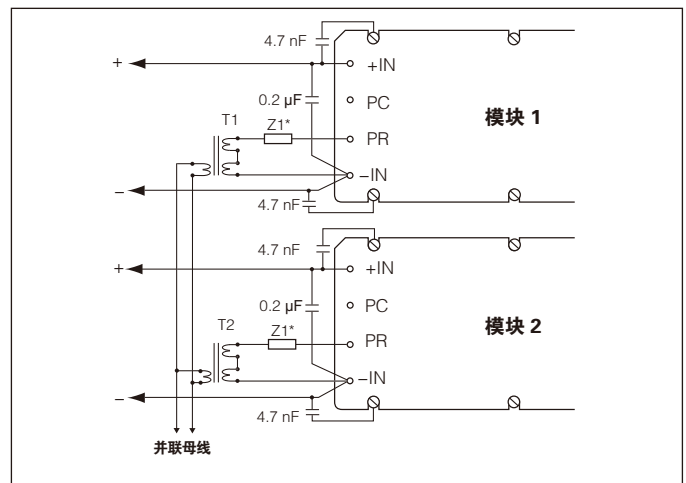

图 2-8 — 变压器耦合接口
3. 变压器耦合接口：各模块或各模块阵列可以连接达到负载均流；同时通用变压器在 PR 引脚提供电气隔离。在大并联阵列，可能需要缓冲放大。缓冲电路的电源可由 PC 引脚提供。对于四个或以上的模块阵列，建议使用变压器耦合接口 (图 2-8)。
变压器耦合 PR 信号 (见图 2-8)。在大功率模块阵列中，或如果模块之间的距离超过几英寸时，并联信号可能需要高速缓冲。这是因为并联操作时；除了主导模块外，其它模块都处于受控状态。所有受控模块都是主导模块的负载。该负载约为 500  $\Omega$  电阻与 30 pF 电容旁路。如果并联模块的引线太长，母线将产生压降或寄生电抗，这样将衰减同步信号，或使同步信号失真。母线的带宽至少应为 60 MHz，而且信号衰减应低于 2 dB。在大部分情况下，采用无缓冲的变压器耦合便已经足够。在各串联模块的 PR 引脚添加 Z1；可能使许多应用都受益。可用低 Q 值的 33  $\Omega$  @ 100 Mhz 铁氧体磁珠或 5 - 15 欧姆的电阻改善 PR 信号波形。尽管这不是必须的，但是在大功率模块阵列的调试阶段非常有用，可以帮助改善 PR 脉冲波形并减少反射。再说，应特别小心处理布局，并联两个或以上模块的输出以提高系统功率时，应连接所有 PC 引脚，以确保所有模块同时启动。应该用外部电路控制阵列内所有模块的 PC 引脚，一旦输入电压在正常操作范围内，便可使模块使能。若需要更多有关资讯，请向 Vicor 技术支持中心的应用工程部查询。